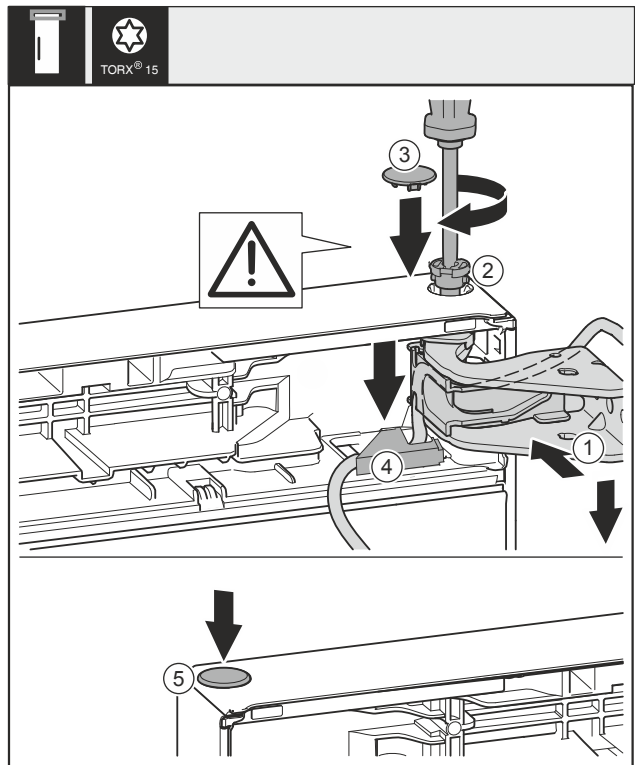

Fig. 44
- ▶ Выровняйте дверь сверху по отверстию в опорном кронштейне Fig. 44 (1).
- ▶ Вставьте палец Fig. 44 (2) и затяните отверткой.
- ▶ Установите предохранительную крышку для защиты двери: вставьте предохранительную крышку Fig. 44 (3) и проверьте, прилегает ли она к двери. В ином случае вставьте палец полностью.
- ▶ Установите крышку Fig. 44 (4) и прижмите вниз до момента фиксации.
- ▶ Вставьте заглушку Fig. 44 (5).